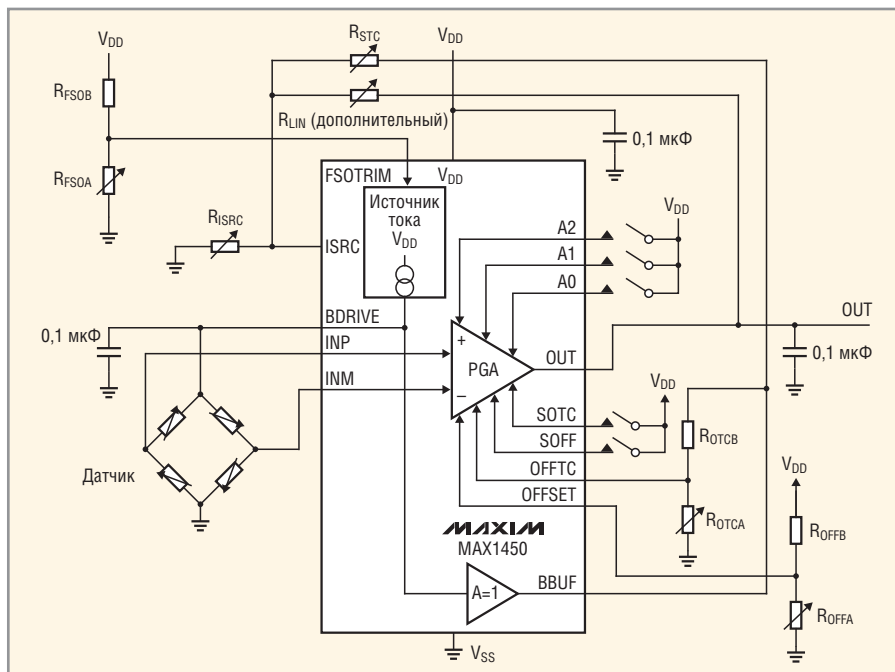

Рис. 17. Упрощённая схема ИС MAX1450 и схема её подключения
- MAX1450 – упрощённый вариант формирователя сигналов (см. рис. 17 и 18), содержащий только аналоговый канал, без АЦП, ЦАП и ЭСППЗУ. Содержит подстраиваемый источник тока для возбуждения мостовых датчиков и трёхразрядный PGA, поз-